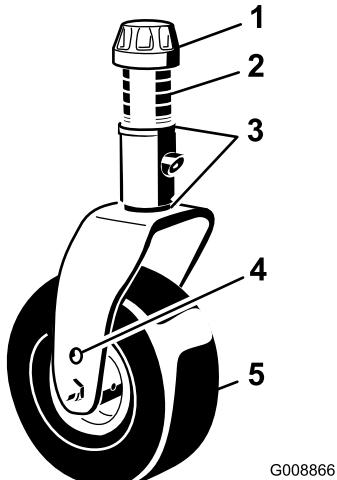

Figura 3
- Coloque los ejes de las ruedas giratorias en el mismo taladro en ambas horquillas. Consulte en Figura 3 los taladros correctos para cada ajuste.
- Retire el casquillo tensor del eje (Figura 3) y deslice el eje fuera del brazo de la rueda giratoria. Coloque los 2 suplementos (1/8 pulgada) en el eje de la misma forma que en la instalación original. Estos suplementos son necesarios para obtener el mismo nivel en toda la anchura de las unidades de corte. Coloque el número adecuado de espaciadores de 13 mm (consulte la tabla